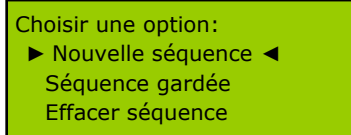

Figure 5.
- "*Nouvelle séquence*" permet de créer et de garder en mémoire une nouvelle séquence de rotations. Pour la sélectionner, placer les curseurs face à cette option comme montré sur la Figure 5 et appuyer sur [ENTER].